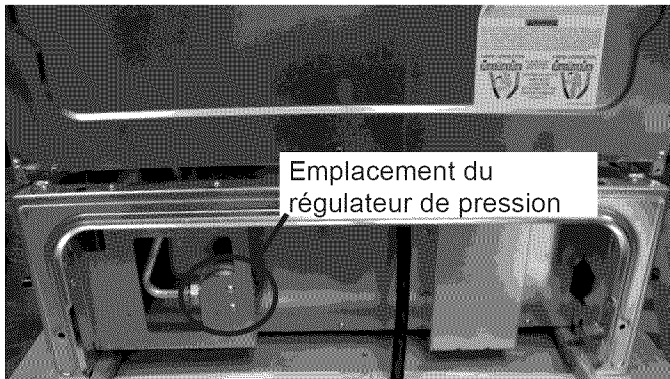

Figure 3
- Si vous faites entrer la ligne de gaz par le plancher, retirer le protecteur du bas de l'appareil pour permettre l'accès à la ligne (Figure 3).
Votre régulateur de pression est illustré à la figure 3.